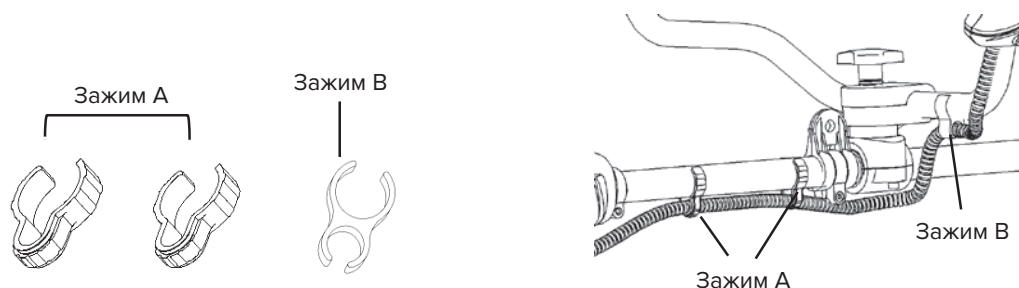

Рис. 16
3. Закрепите гофрированную трубу с помощью прилагаемых зажимов (А и В, рис. 16).